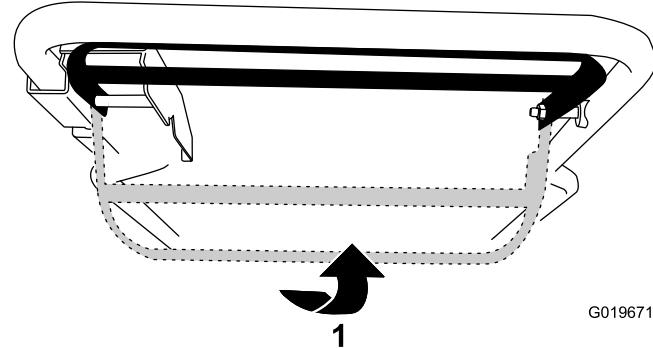

Figura 18
- Para engranar el sistema de autopropulsión sin activar la cuchilla, levante la barra de control hasta el manillar (Figura 18).